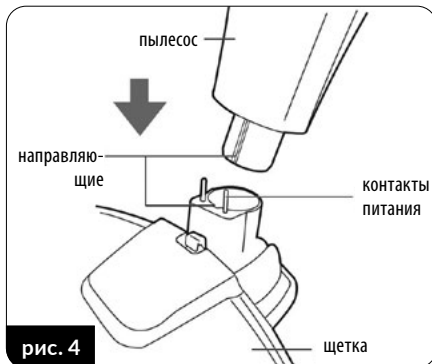

рис. 4
6. Установите электрическую щетку (14) в нижнее гнездо главного держателя. Обратите внимание на delicate контакты питания, чтобы не повредить их. Главный держатель снабжен направляющей, позволяющей установить электрощетку в одном правильном положении (рис. 4).